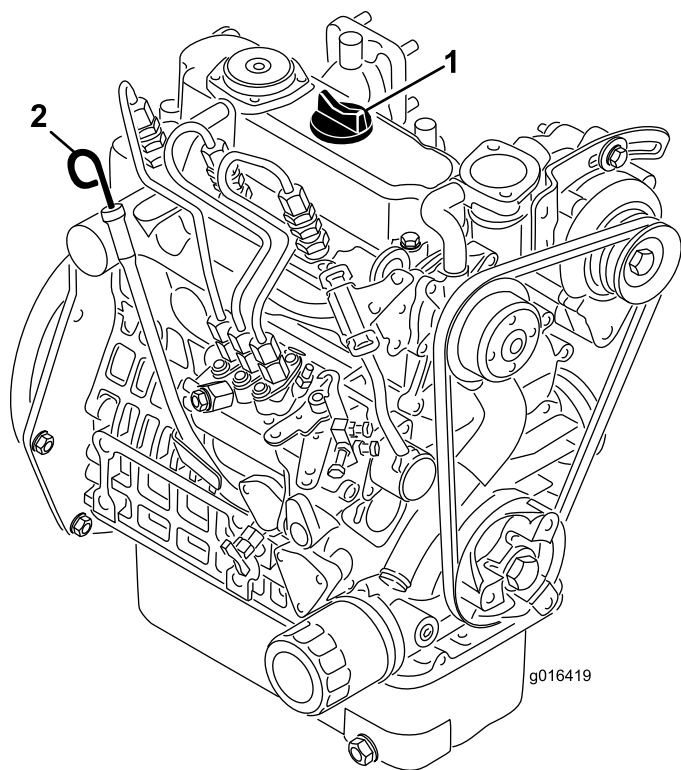

Figura 33
2. Retire la varilla y límpiela con un paño limpio (Figura 33).